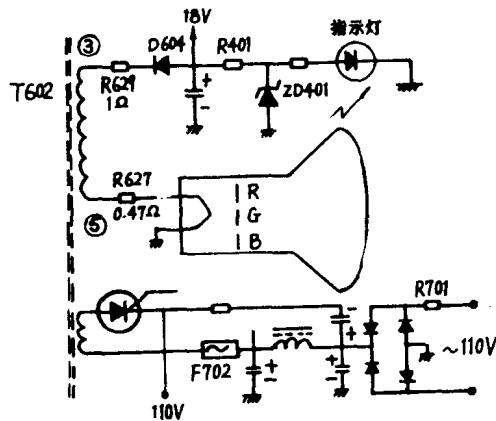

图 1 指示灯、显像管灯丝电压供给电路
《故障分析与维修》 K—160 显示器指示灯和显像管灯丝电压均由行输出变压器 T602(3)脚和(5)脚提供。电路如图 1 所示。显示器指示灯亮，开机和关机瞬间可听到偏转线圈发出的声音，显像管屏幕有高压静电反映，这说明电源、行扫描电路和视频通道电路都正常。故障在显像管或显像管供电电路。
(2)显像管灯丝电压没加上。插好显像管尾板，用数字万用表交流 20V 档测量显像管(管座(9)、(10)脚)灯丝电压为 0V。既然行输出工作正常，行输出变压器(5)脚就应该有行逆程脉冲，用数字万用表交流 20V 档测量结果为 5.6V。因此故障可能在灯丝供电电路(见图 1)，将电阻 R629 一脚焊开测量电阻阻值为无穷大(正常值为 $0.47\Omega / 1W$)，电阻 R629 已断，更换 R629，加电显像管灯丝亮了，荧光屏光栅正常，图像显示正常，故障排除。